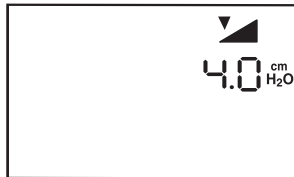

Abb. 6–9 Bildschirm Rampenanfangsdruck-Einstellung
1. Auf dem Standby- oder dem Überwachungsbildschirm die rechte Benutzer-Taste drücken, bis der Bildschirm Rampenanfangsdruck-Einstellung erscheint (siehe Abb. 6–9).